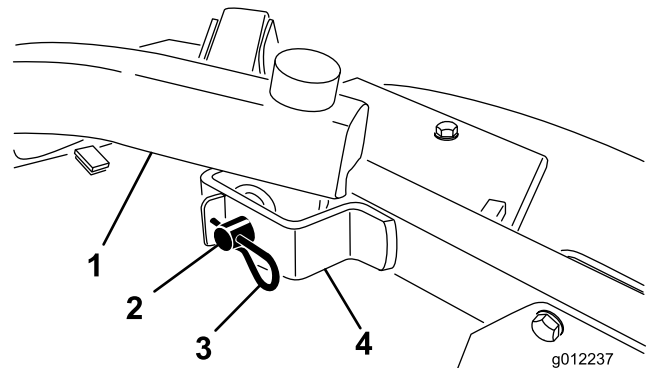

Figura 26
4. Retire los pasadores y las chavetas que fijan los brazos de elevación a los soportes de los brazos de las ruedas giratorias (Figura 26).